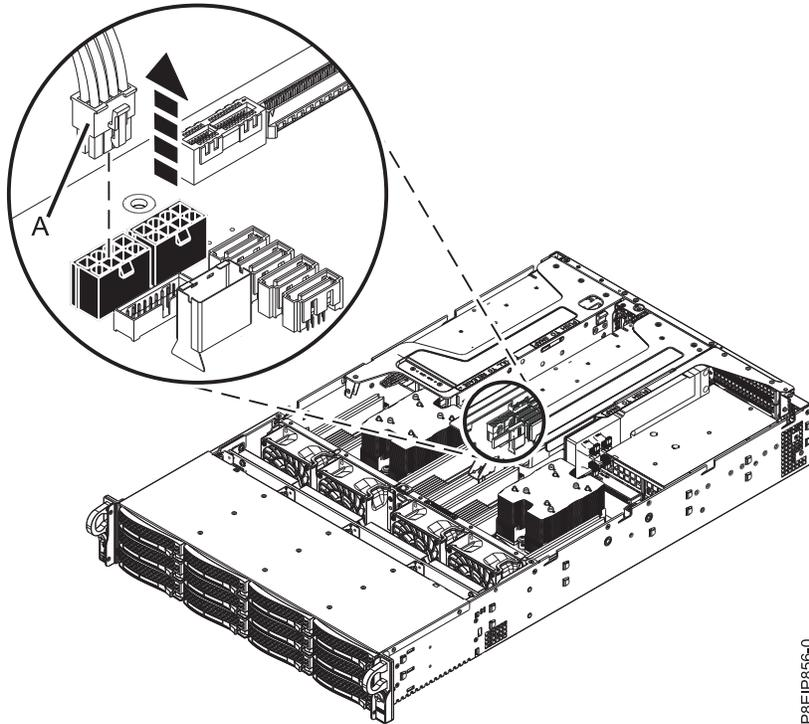

Figura 39. Desconectando o cabo de energia da GPU
- d. Se o riser contiver uma GPU, desconecte o cabo de energia da GPU **(A)** do painel traseiro do sistema conforme mostrado na Figura 39 na página 37. Com o polegar, pressione a trava de liberação no conector para remover o cabo.